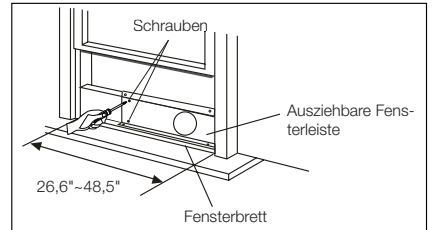
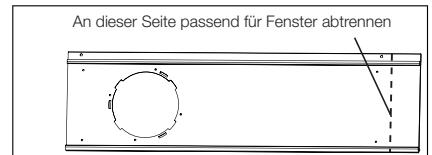
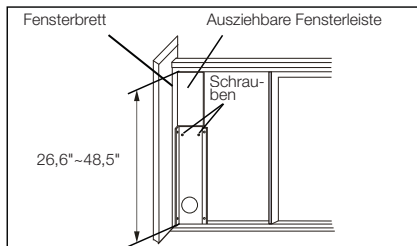

Abb. 13
Abb. 14
Abb. 19
2. Öffnen Sie das Schiebefenster, und positionieren Sie die ausziehbare Fensterleiste auf dem Fensterbrett (Abb. 13). Befestigen Sie die ausziehbare Fensterleiste am Fensterbrett. Passen Sie die Länge der ausziehbaren Fensterleiste entsprechend der Fensterbreite an. Schrauben Sie anschließend die zwei Schrauben in die ausziehbare Fensterleiste ein. Siehe Abb. 13. Schneiden Sie die ausziehbare Fensterleiste ggf. zu, wenn das Fenster schmaler als 67,6 cm (26,6 Zoll) ist (Abb. 14).
2. Öffnen Sie das Schiebefenster, und positionieren Sie die ausziehbare Fensterleiste auf dem Fensterbrett. Siehe Abb. 19. Befestigen Sie die ausziehbare Fensterleiste am Fensterbrett. Passen Sie die Länge der ausziehbaren Fensterleiste entsprechend der Fensterhöhe an. Schrauben Sie anschließend die zwei Schrauben in die ausziehbare Fensterleiste ein. Siehe Abb. 19. Schneiden Sie die ausziehbare Fensterleiste ggf. zu, wenn die Fensterhöhe weniger als 67,6 cm (26,6 Zoll) beträgt (Abb. 14).